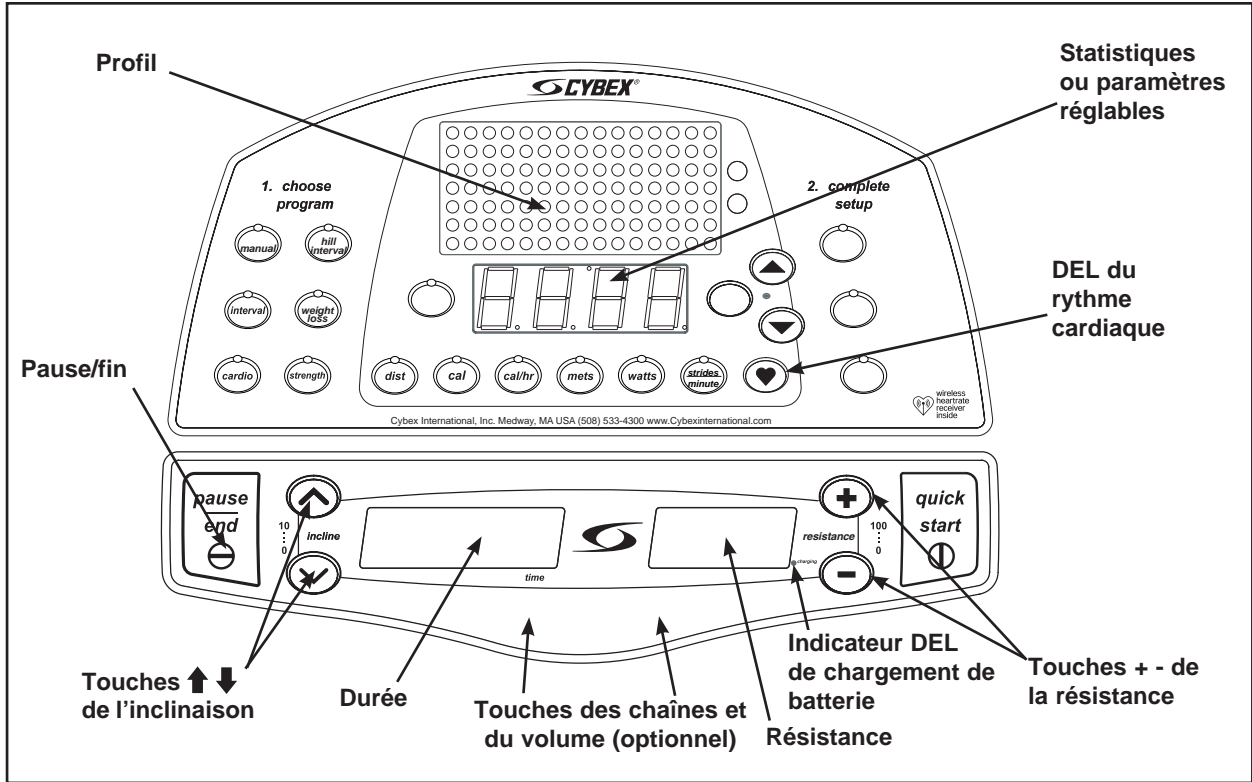
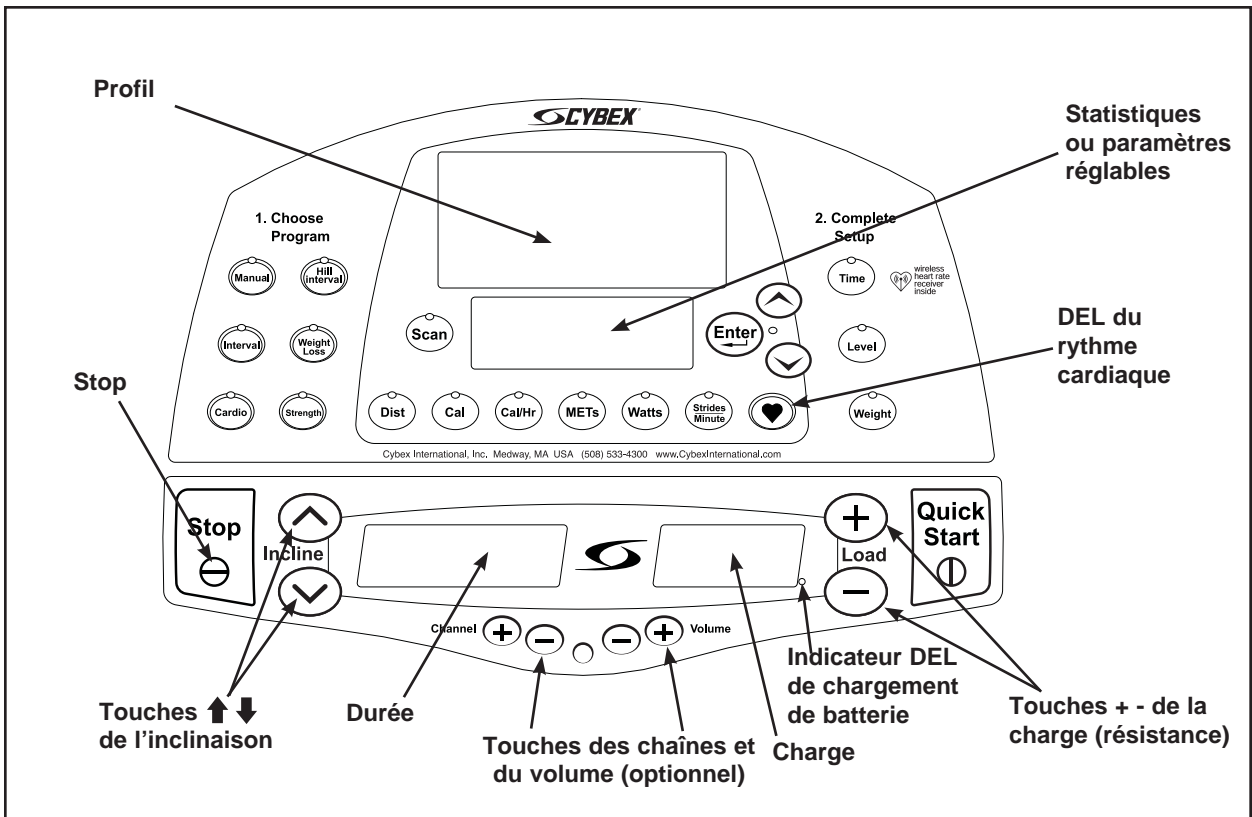

Figure 1A (Standard)
Figure 1B (Total Access)
REMARQUE : Les appareils standard sont pourvus d'une touche **Pause/end** (Pause/fin) et d'une touche **Resistance** (Résistance). Reportez vous à la figure 1A. Les appareils Total Access sont pourvus d'une touche **Stop** (Arrêt) et d'une touche **Load** (Charge). Reportez vous à la figure 1B.
6. Observez les quatre afficheurs (figure 1A ou 1B) :
REMARQUE : Le rythme cardiaque défile uniquement lorsque vous tenez les poignées de détection du rythme cardiaque par contact ou si vous utilisez un émetteur de rythme cardiaque compatible Polar. Reportez vous à la figure 1A ou 1B.